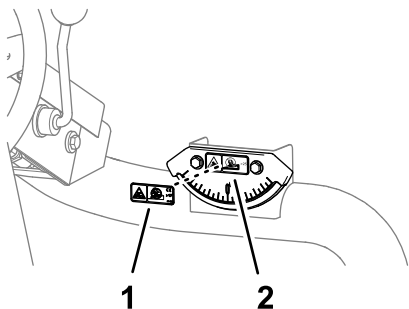

Figura 39
1. Curățați cu alcool autocolantul cu privire la înclinare de pe indicatorul de pantă și lăsați-l să se usuce (Figura 39).
2. Îndepărtați suportul și aplicați autocolantul CE de avertisment cu privire la pericolul de înclinare pe autocolantul cu privire la înclinare de pe indicatorul de pantă (Figura 39).